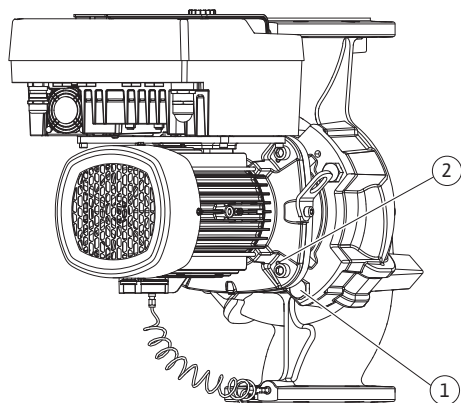

Fig. 104: Éjection du kit embrochable par les trous taraudés (DN 100 ... DN 125)
22. En enlevant les vis (Fig. II, pos. 10), le capteur de pression différentielle se détache également de la bride du moteur. Laisser le capteur de pression différentielle (Fig. I, pos. 8) suspendu avec la tôle de support (Fig. I, pos. 13) au niveau des lignes de mesure de pression (Fig. I, pos. 7). Débrancher le câble de raccordement du capteur de pression différentielle dans le module électronique.
23. Retirer le kit embrochable du corps de pompe. Pour ce faire, utiliser les deux trous taraudés (voir Fig. 104, pos. 1).
31. Retirer le kit embrochable (voir chapitre « Description de la pompe ») du corps de pompe en desserrant les écrous à bride (Fig. I/III, pos. 29).
32. En enlevant les vis (Fig. I/III, pos. 29), le capteur de pression différentielle se détache également de la bride du moteur. Laisser le capteur de pression différentielle (Fig. I, pos. 8) suspendu avec la tôle de support (Fig. I, pos. 13) au niveau des lignes de mesure de pression (Fig. I, pos. 7). Débrancher le câble de raccordement du CPD dans le module électronique ou le détacher au niveau de la connexion enfichable et le retirer.
33. Utiliser les deux trous taraudés adjacents (Fig. 104, pos. 1) ainsi que les vis appropriées fournies par le client (p. ex. M10 x 25 mm) pour éjecter le kit embrochable du corps de pompe.
34. Engager une clé plate (de 32 mm) dans le regard de la lanterne (Fig. III, pos. 38) et maintenir l'arbre au niveau des méplats. Desserrer l'écrou de blocage de roue (Fig. III, pos. 22). Retirer les rondelles situées en dessous (Fig. III, pos. 23) et retirer la roue (Fig. III, pos. 21) de l'arbre de pompe. Démontez la clavette (Fig. III, pos. 37).
35. Retirer la garniture mécanique (Fig. III, pos. 25) et la bague entretoise (Fig. III, pos. 20).
36. Enlever le grain fixe (Fig. III, pos. 26) de la garniture mécanique du logement de la lanterne.